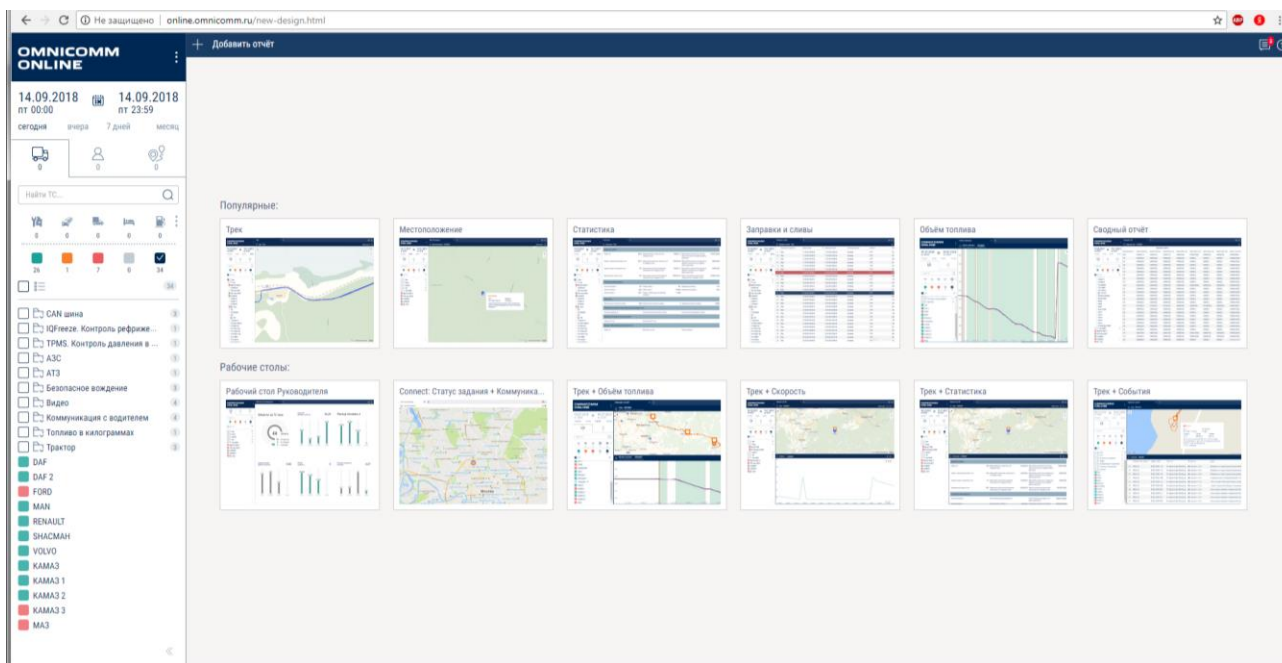

Рисунок 1.7 – Главное окно системы
1. Запуск системы <http://online.omnicomm.ru/> (рисунок 1.7).